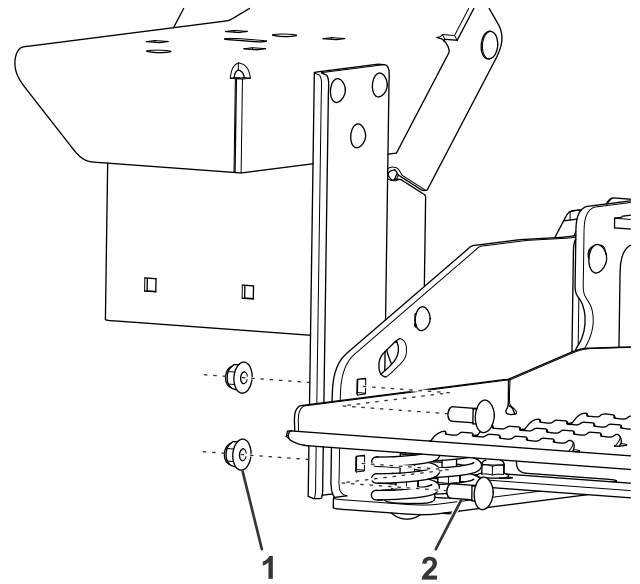

Figura 4
8. Sujete la parte inferior del soporte vertical izquierdo a la plataforma del operador con 2 pernos (3/8") y tuercas con arandela prensada (Figura 4).